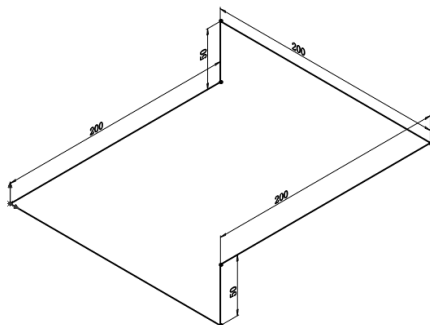

图 3-49 标注三维草图
3) 标注尺寸。单击“草图”控制面板中的 (智能尺寸) 按钮, 标注尺寸如图 3-49 所示。